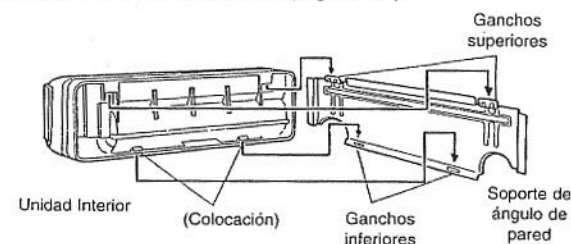

FIGURA 16
- Cuando haya pasado los tubos frigoríficos y la manguera de desagüe, que salen de la unidad interior por el orificio de la pared, cuelgue la unidad de los ganchos situados en los bordes superior e inferior del soporte (Figura 16).